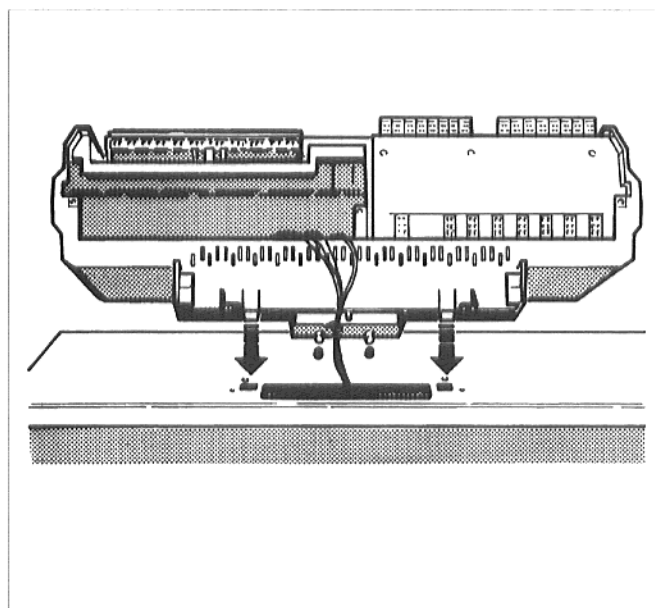

Рис. 12. Установка регулятора
- Насадить регулятор на передний колпак котла так, чтобы вставные крючки на нижней части регулятора вошли спереди в овальные отверстия (рис. 12).
Вставить капиллярные трубки датчиков температуры и, при "Еsomatic"-регулировании, трубопровод датчика температуры котельной воды, через отверстие в переднем колпаке котла (рис. 12).
- Тянуть регулятор в направлении вперед, и давить его при этом вниз, до тех пор, пока эластичные крючки не войдут в отверстия сзади (рис. 12).